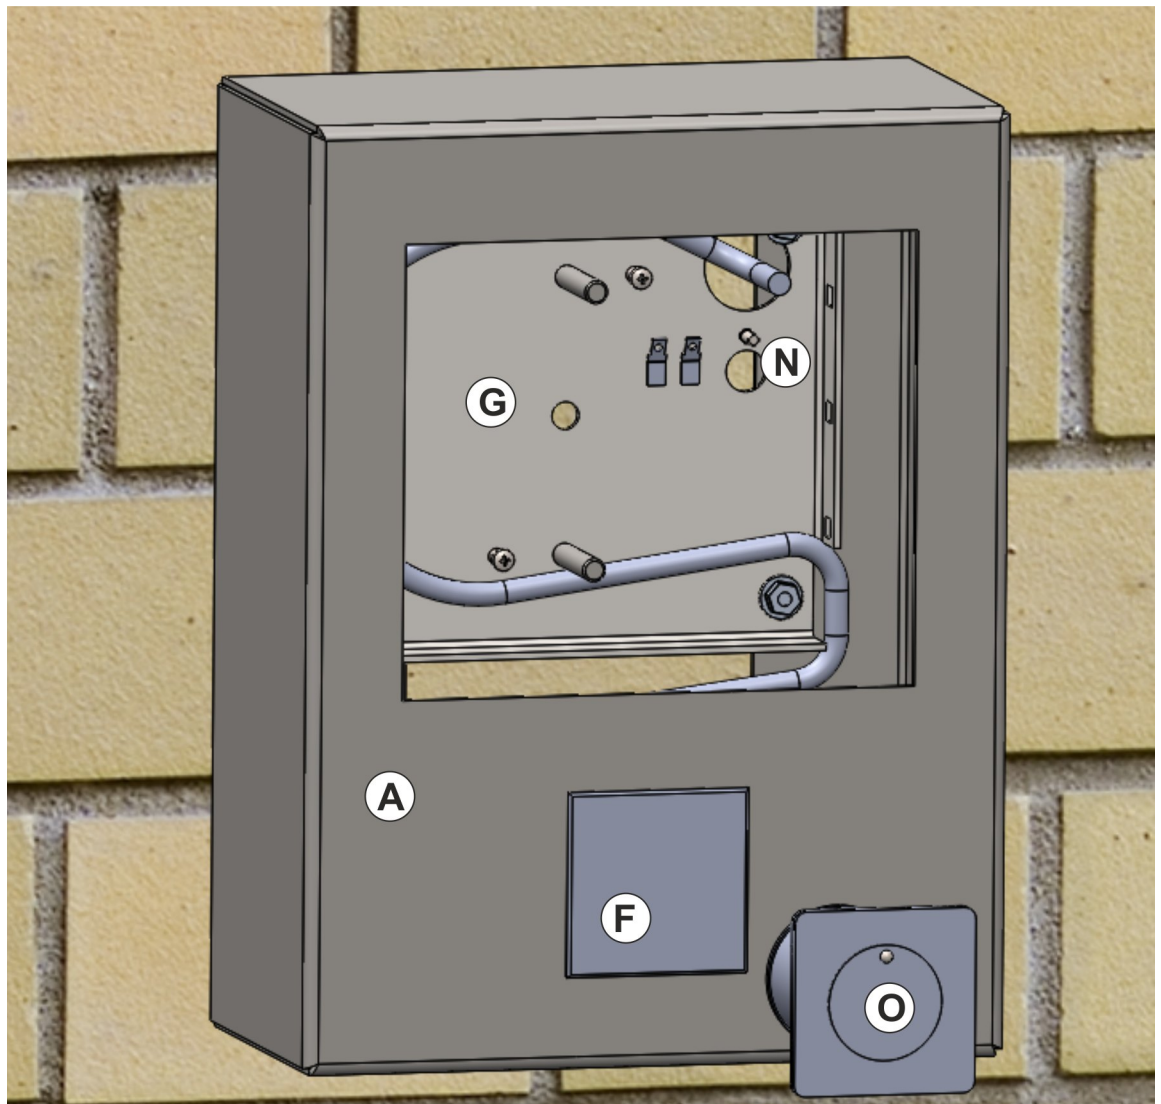

Abb. 13: Montage eines Freischaltelements und Verlegen des Anschlusskabels vom Wandabrisskontakt
- ◆ Das gewünschte Freischaltelement wird in die dafür vorgesehene Montageöffnung im Aufputzgehäuse (A) montiert. Dazu stehen für die verschiedenen Freischaltelemente spezielle Montagesets (identisch zum Säuleneinbau) zur Verfügung. Die Montageanleitungen sind im Lieferumfang der jeweiligen Montagesets enthalten.
- ◆ Wird kein Freischaltelement benötigt, wird die Montageöffnung im SDAG950-1 mit einer separat lieferbaren Abdeckplatte ADP700-2 (F) verschlossen. Das erforderliche Montagematerial befindet sich im Lieferumfang der Abdeckplatte.
- ◆ Verlegen Sie das Anschlusskabel des Wandabrisskontakts, wenn vorhanden, wie in Abb. 13 dargestellt.
- ◆ Führen Sie die Verkabelung (inkl. Potenzialausgleich) von hinten durch die Grundplatte der Aufputzcharge mit Rundumbohrschutz (G) in das Aufputzgehäuse (A) ein.
- ◆ Schließen Sie den Potenzialausgleich an der gekennzeichneten Stelle (N) an der Grundplatte der Einbauzarge mit Rundumbohrschutz (G) an.